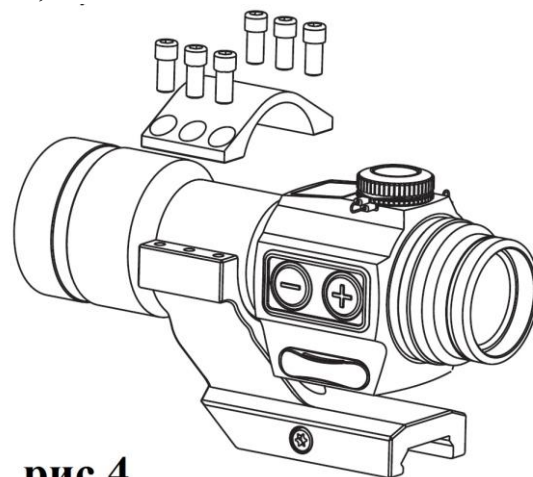

рис.4
2) Установите прицел на кронштейн, как показано на Рис.4.